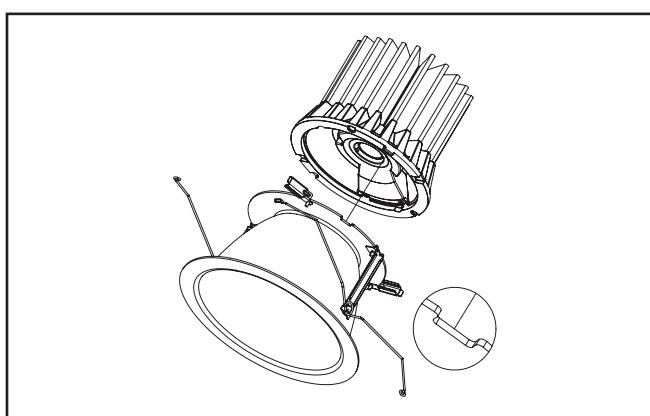

Figure 10.
3. Insérez le moteurgénérateur de lumière lumineux à DEL sur dans l'ensemble assemblage de la garniture. Alignez la tige sur le du moteurgénérateur de lumière à DEL sur la fente l'assemblage de la garniture. (Figure 10).